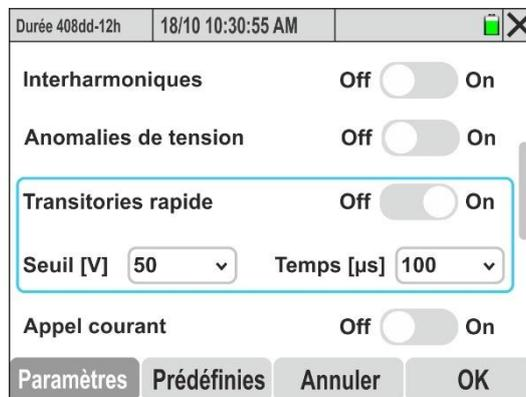

Fig. 33: Activation/désactivation enregistrement transitoires de tension rapides (spikes)
24. Déplacer d'une simple pression le sélecteur virtuel du champ « **Transitoires rapide** » (voir § 10.6) en position « **On** » (activation de l'enregistrement des transitoires de tension rapides avec une **résolution minimale de 1 µs**) ou en position « **Off** » (désactivation de l'enregistrement des transitoires de tension rapides). La page-écran de Fig. 33 s'affiche à l'écran